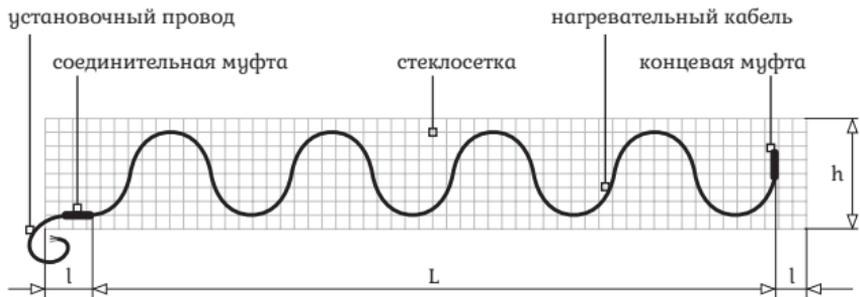

Рисунок 1. Конструкция осушителя
Осушитель представляет собой кабельную секцию, закрепленную специальным образом на стеклосетке (рисунок 1). Кабельная секция состоит из экранированного нагревательного кабеля, концевой и соединительной муфты и установочного провода. Номинальной длиной осушителя считается длина его рабочей части (L), на которой уложен нагревательный кабель от концевой муфты до соединительной муфты. Удельная мощность осушителя составляет 300 Вт/м^2 . Такая мощность обеспечивает быстрое и эффективное удаление влаги в труднодоступных местах ванных комнат.